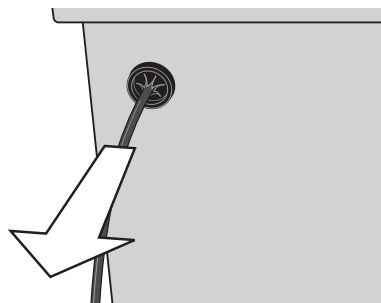

Figure 6
4. En passant les cordons dans la boîte, assurez-vous de toujours entrer dans la boîte à partir du panneau arrière. Lorsque la tête du cordon est en place, tirez-la un peu vers l'arrière de 5 à 7 cm de façon à ce que les « sections étoilées » résistant aux intempéries soient dirigées vers l'extérieur de la boîte (figure 6). **Ne poussez jamais le cordon de l'intérieur de la boîte de façon à ce que les pointes des fiches d'accouplement soient exposées à l'extérieur.**